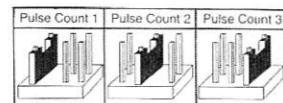

Fig. 1
-Réglage du compteur d'impulsion : Le compteur d'impulsion règle le nombre des zones protégées que le cambrioleur doit dépasser avant qu'une alarme se déclanche. La position du cavalier définit le réglage du compteur (Figure 1). Le réglage d'usine est de 2 impulsions.